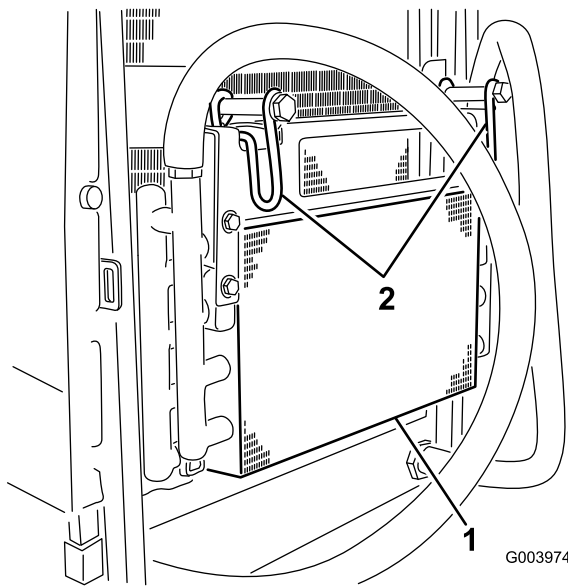

図 70
5. オイルクーラのラッチを内側に倒してオイルクーラを外す（図 70）